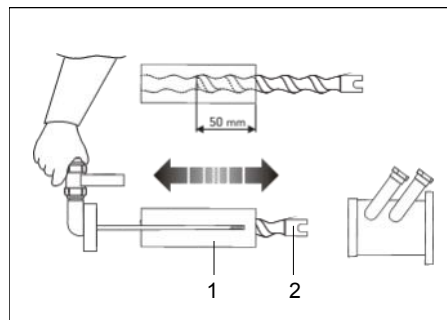

FIG.44 (Sostituzione gruppo rotore/statore)
N.B.: Prima di effettuare il montaggio del nuovo gruppo avvitare il rotore (**FIG.44-Rif.2**) sullo statore (**FIG.44-Rif.1**) per almeno 50 mm.